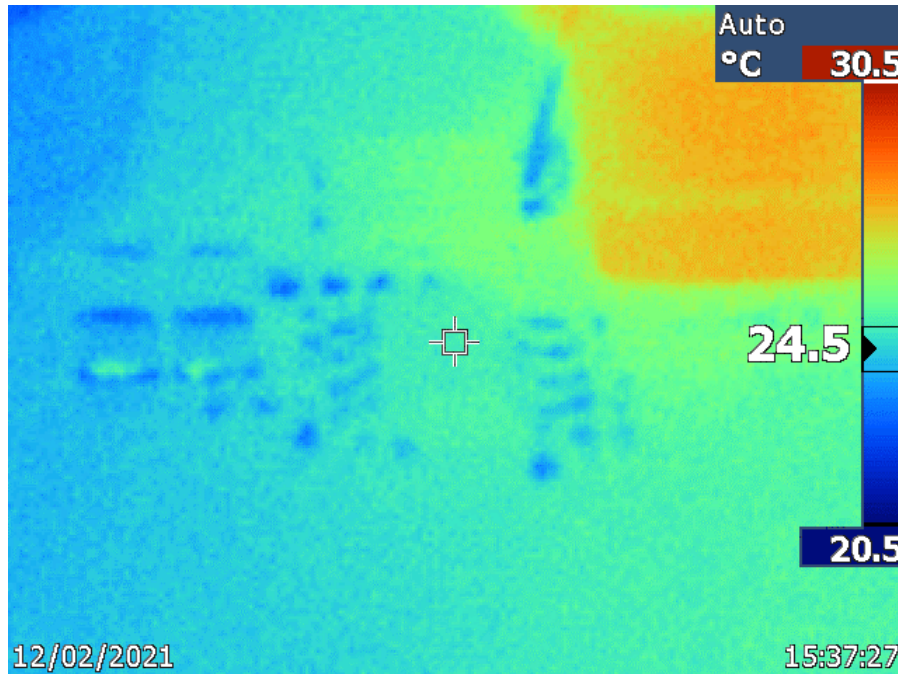

图 3-1. 电感器自热对邻近稳压器的影响
此器件的一个主要目标应用是 48V 至 12V 转换。在降压拓扑中，与直流损耗相比，电感器和二极管的相应交流损耗不是很重要，因为它们通常很小且元件选择正确。电感器中相应的导通损耗 (DC) 为： $L_{DCR} * I_{out}^2$ ，其中  $L_{DCR}$  为二极管串联电阻， $I_{out}$  为负载电流。图 3-1 显示了 LM5013-Q1EVM 上通过 1.75A 连续负载电流时降压电感器的相应温升。如图所示，在大约 23°C 环境下接受评估的 PCB 在降压电感器中表现出大约 7°C 的温升，这构成了稳压器中大约 1.5°C 的温升。